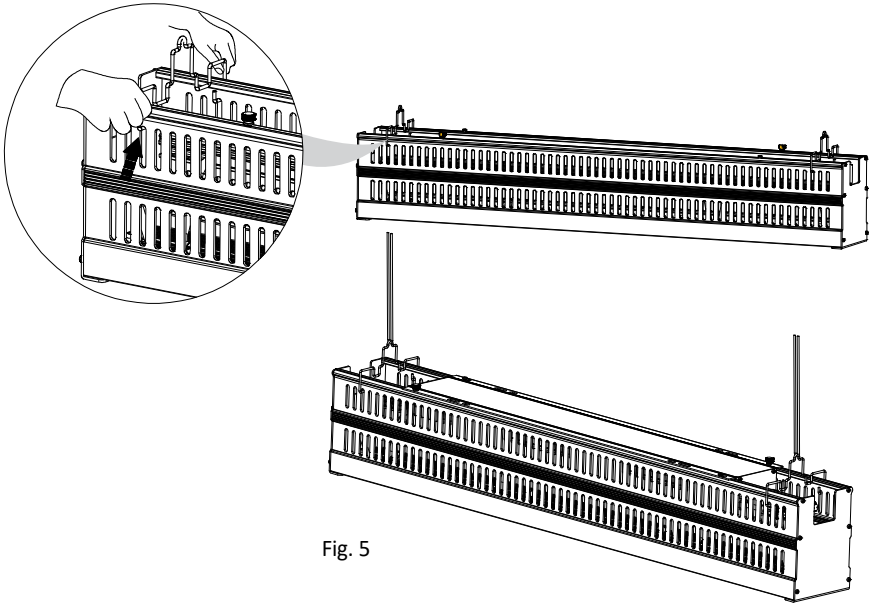

Fig. 5
2) Avec le support de fixation B (pièce F), voir fig. 5.